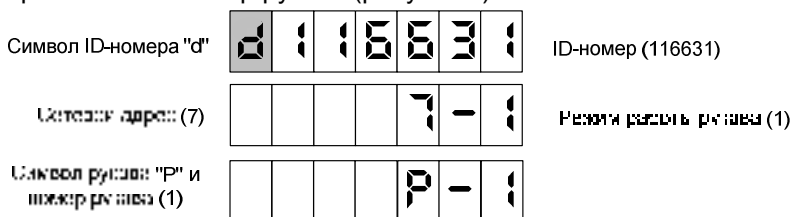

Рисунок 6
8.8 По команде СУ на табло могут отображаться сетевой адрес, режим работы и ID-номер рукава (рисунок 6).